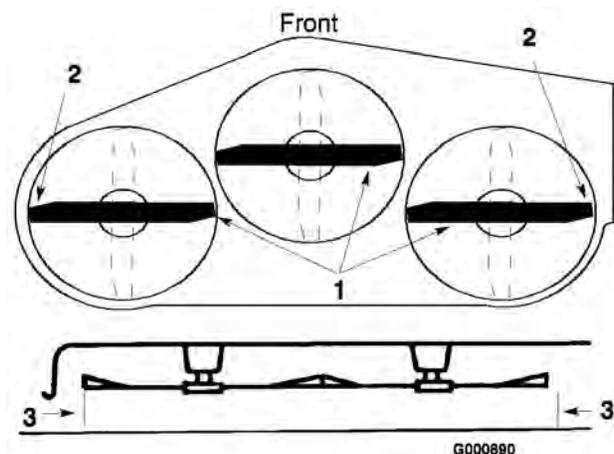

Figura 45
4. Gire cuidadosamente la(s) cuchilla(s) colocándola(s) perpendicularmente al sentido de avance de la máquina (Figura 45). Mida entre los bordes de corte exteriores y la superficie plana (Figura 45). Si hay una diferencia de más de 4,75 mm entre ambas dimensiones, se requiere un ajuste; consulte los pasos 5 y 6.